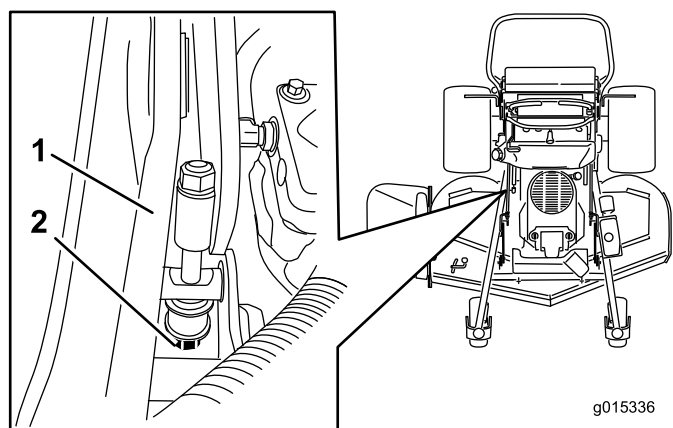

Figura 89
5. Se non corrisponde a questa misura, individuate l'asta dell'altezza di taglio sul lato destro della macchina (Figura 89).
6. Regolate il bullone di regolazione fino a quando la misurazione effettuata sulle punte delle lame non fornisce un valore di 7,6 cm (Figura 89).